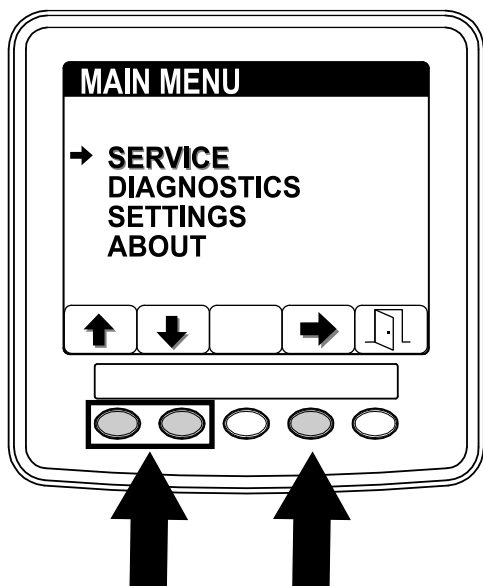

Рисунок 49
1. В меню MAIN MENU (Главном меню) нажмите кнопку 1 или 2, чтобы перейти к опции SERVICE (Техобслуживание), и нажмите кнопку 4, чтобы выбрать позицию SERVICE (Техобслуживание) (Рисунок 49).